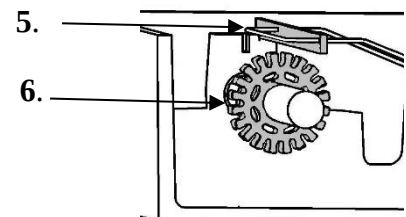

Fig. 3
Let op! (Zie fig. 3). De messing strip (5) is vanaf de fabriek in ontkoppelde positie geplaatst. De Wandelmoeren (6) worden niet bediend.
Attention! (See fig. 3) The guide lever (5) is standard in an open position. The cam wheels (6) are disconnected.
Achtung! (Siehe Bild 3)
Attention! (fig. 3) A départ d'usine, la plaque (5) est ouverte. Les roues (6) ne sont pas enclenchées.